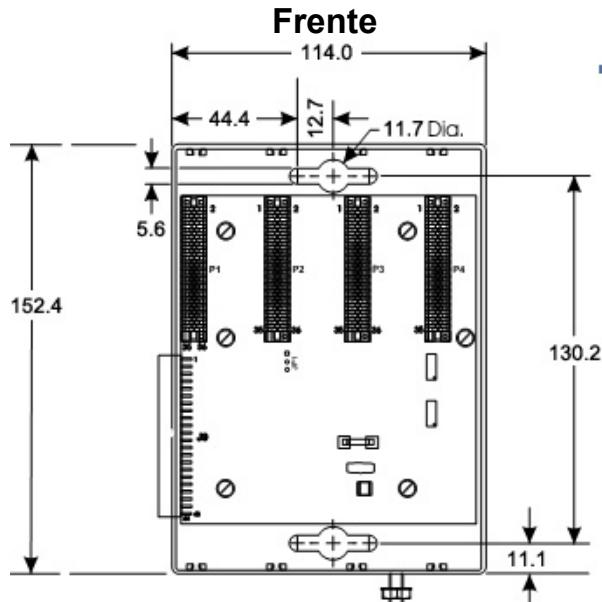

Figura 3. Dimensões do invólucro de expansão com 4 slots do ControlWave Micro (em milímetros)
- Invólucro de expansão.** Posicione o invólucro de expansão à direita do invólucro de base e localize os orifícios de montagem, usando o invólucro de expansão como modelo (consulte a *Figura 3* para conhecer as dimensões).